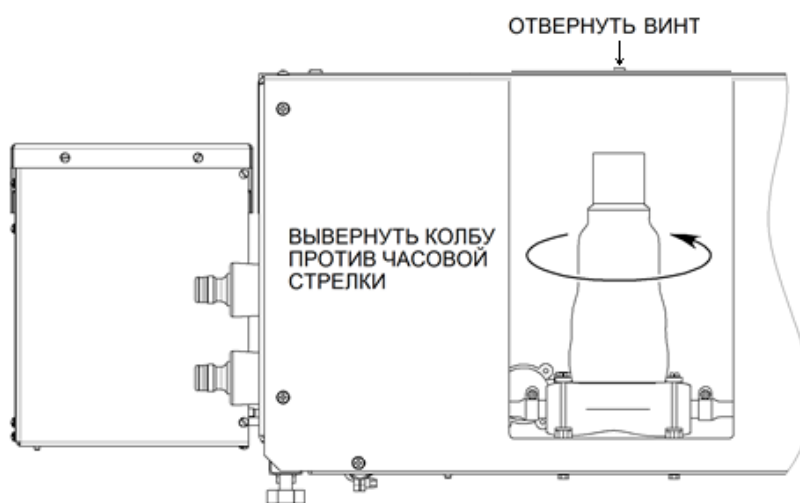

Рисунок 23 – Фильтр тонкой очистки
5.4.2 При снижении расхода теплоносителя промыть трубки перекачивания теплоносителя и фильтры. Для промывки трубок подвести к всасывающему отверстию на дне ванны (в правом дальнем углу) шланг с горячей водой и подавать воду с расходом не менее 4 л/мин в течение не менее 1 минуты. Промывку фильтров выполнять в тёплой воде щёткой с мягкой щетиной. Промывка может потребоваться для фильтра грубой очистки, установленного в ванне над всасывающим отверстием, а также для фильтра тонкой очистки, доступ к которому осуществляется через люк на задней стенке аппарата. Чтобы снять люк, необходимо отвернуть один винт (см. рисунок 23).